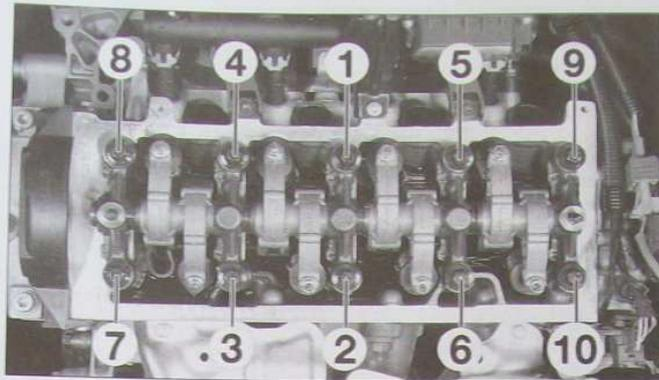

FIG. 35
- les vis de culasse, en les desserrant progressivement par passes successives et dans l'ordre inverse du serrage prescrit (Fig.35), à l'aide d'une douille Torx E14.
- Serrer les vis de culasse en respectant l'ordre et le couple de serrage prescrits (Fig.35).